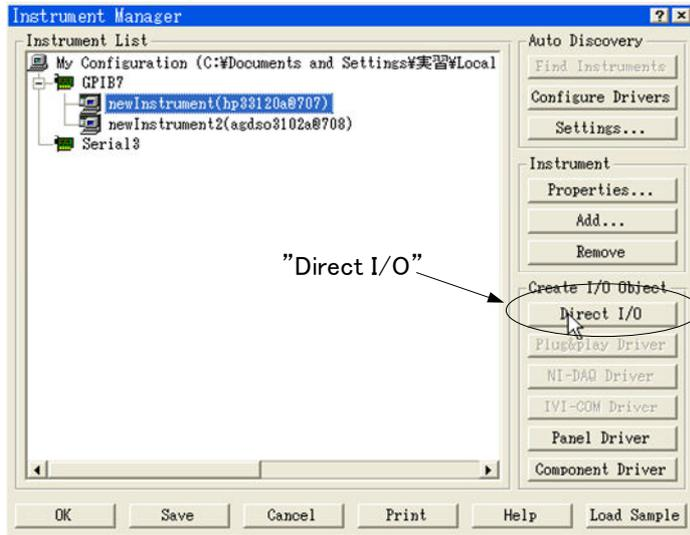

図6-1 Instrument Manager
- (2)図6-1のようにファンクションジェネレータを選択し(青くなる)、“Direct I/O”ボタンをクリックする。